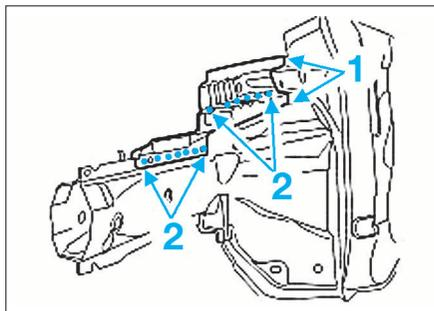

FIG. 26
- Souder en cordon continu sous protection gazeuse (1) et par résistance par point (2) le renfort de doublure d'aile (Fig.26).